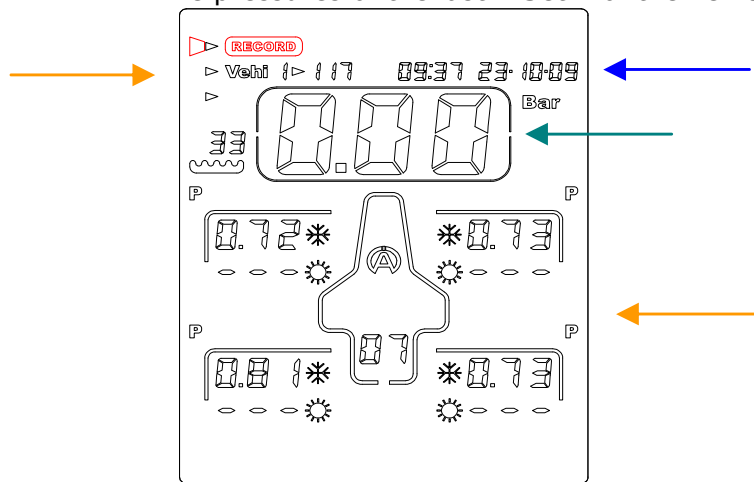

Figure 1
1) With the help of the buttons , select the icon « **RECORD** » (figure 1)